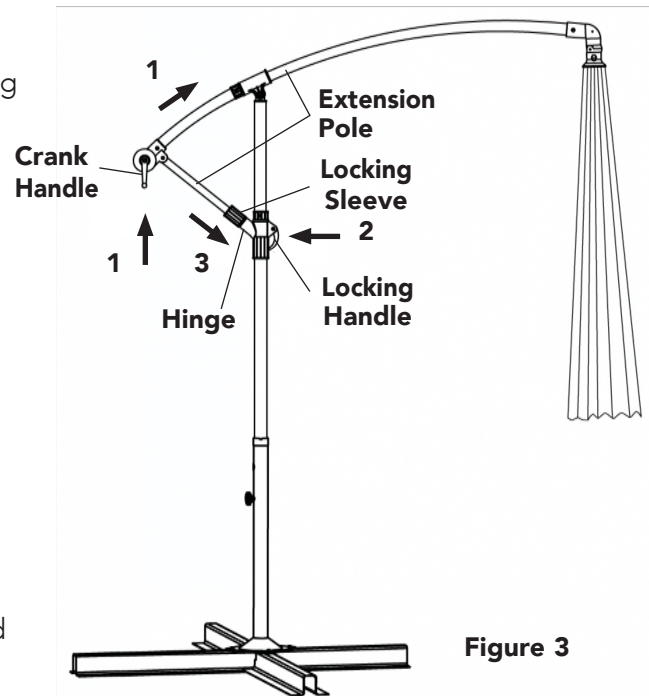

Figure 3
Push Extension Pole up (1), with umbrella moving away from base, until it stops, as shown in Figure 3.
ÉTAPE 1: Déverrouiller le poteau d'extension (soulever) la poignée de verrouillage à l'extrémité de la rallonge. Poussez la perche d'extension vers le haut (1), avec le parapluie s'éloignant de la base, jusqu'à ce qu'elle s'arrête, comme indiqué sur la figure 3.